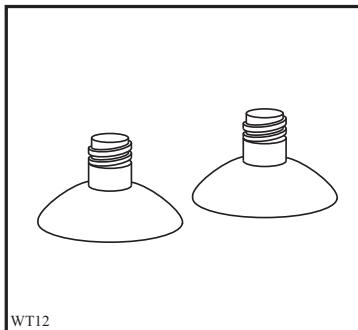

Fig 9
Låga gummifötter (fig. 9) som ska användas för följande tvättmaskinsmodeller:
- Modeller med sockel (fig. 9, 10 och 11).